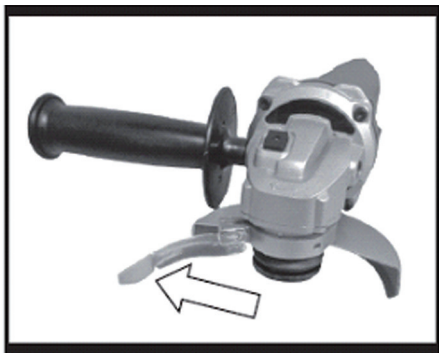

Fig. 3
Aperte a porca de ajuste da anilha (7). (Ver fig. 3)